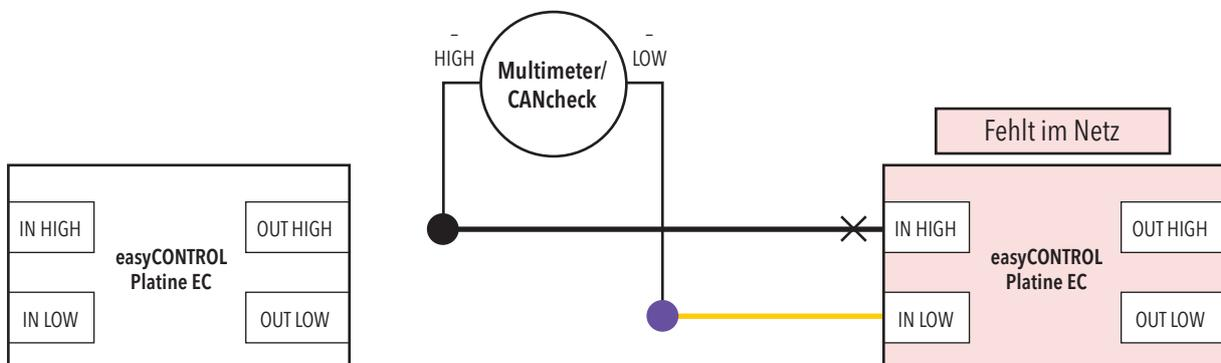

Abbildung 84. Messaufbau zur Detektion einer nicht angeschlossenen Leitung
2. Die Leitung des Vorgängers vom fehlenden Teilnehmer abklemmen und das Multimeter oder den CANcheck anschließen. *Siehe Abbildung 84.*